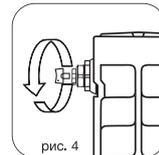

рис. 4
- 8.4. Для удаления воздуха из радиатора в верхний коллектор обязательно установка крана Маевского\* или автоматического воздухоотводчика. Для удаления воздуха через кран Маевского необходимо периодически (несколько раз в год) вручную стравливать его с помощью специального ключа\* (рис. 4)